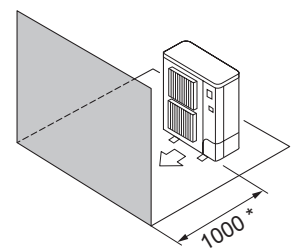

Fig. 2-10
- ④ Miejsce ograniczone tylko z przodu (Fig. 2-10)